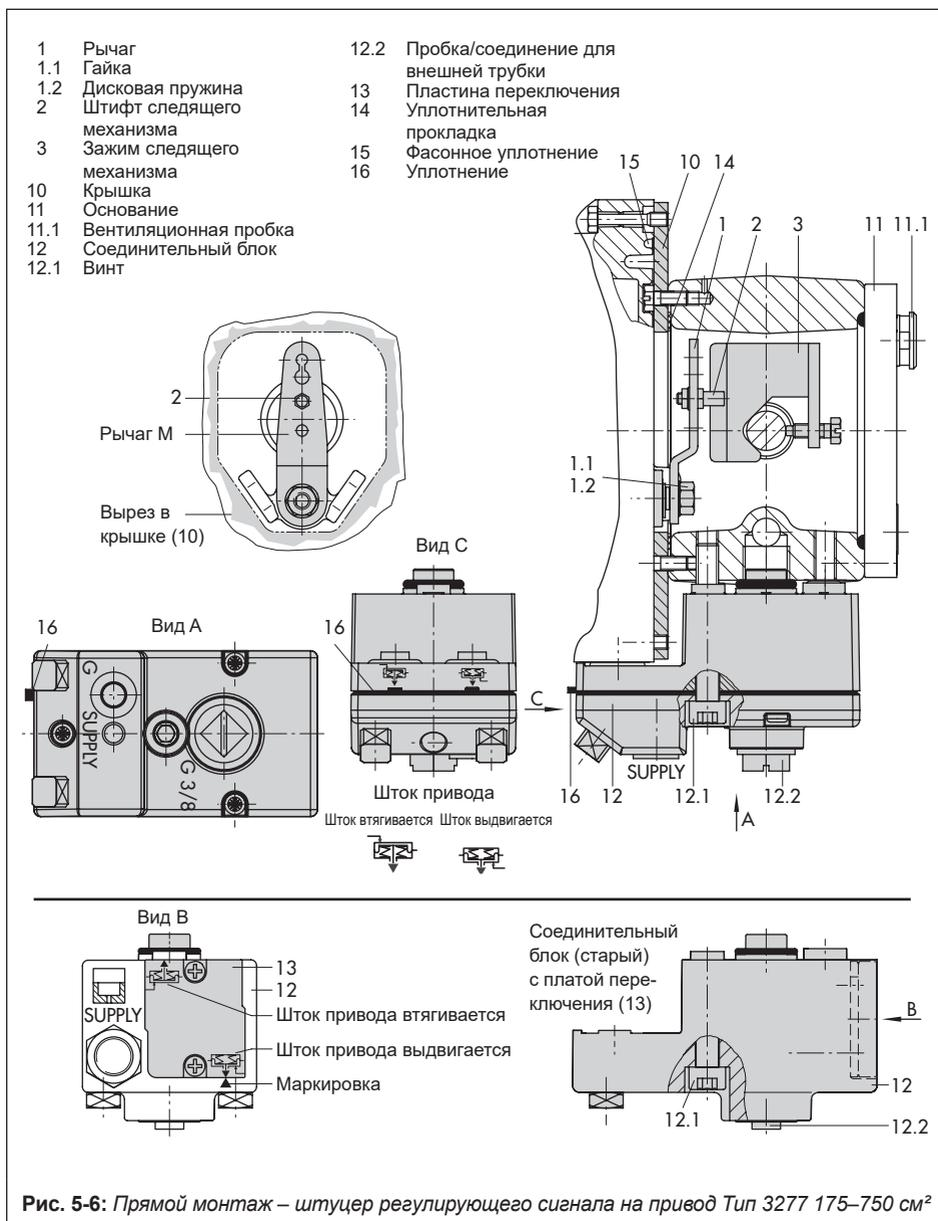

Рис. 5-6: Прямой монтаж – штуцер регулиющего сигнала на привод Тип 3277 175–750 см²
Приводы 175–750 см² (см. Рис. 5-6)
1. Установите зажим следящего механизма (3) на шток привода, выровняйте и зафиксируйте таким образом, чтобы крепёжный болт находился в пазах штока привода.
2. Зафиксируйте крышку (10) так, чтобы узкая сторона выреза (Рис. 5-6 слева) была направлена к штуцеру управляющего сигнала, а наклеенная уплотнительная прокладка (14) указывала в сторону рамы привода.
3. У приводов 355/700/750 см² на рычаге М (1) с обратной стороны позиционера извлеките следящий штифт (2) из положения 35, вставьте в отверстие для положения 50 и затяните его. При этом удерживайте рычаг по центру таким образом, чтобы он не упирался в концевые упоры. У приводов 175, 240 и 350 см² с ходом 15 мм передающий штифт (2) остаётся в положении 35.
4. Установите фасонное уплотнение (15) в паз корпуса позиционера.
5. Установите позиционер на крышку таким образом, чтобы следящий штифт (2) расположился на верхней стороне зажима следящего механизма (3). Отрегулируйте рычаг (1) соответствующим образом и удерживайте вал позиционера при открытой крышке за поворотную-нажимную кнопку или за чехол. Рычаг (1) должен укладываться на зажим следящего механизма усилием пружин. Закрепите позиционер двумя крепёжными болтами на крышке (10).
6. Проверьте, установлен ли выступ уплотнения (16) сбоку на соединительном блоке таким образом, что символ привода "шток привода выдвигается" или "шток привода втягивается" соответствует исполнению привода. В ином случае необходимо удалить три крепёжных болта, снять крышку и заново уложить уплотнение (16) в перевёрнутом на 180° положении.
Для старого соединительного блока (Рис. 5-6 снизу) плату переключения (13) поверните таким образом, чтобы соответствующий символ привода был направлен по стрелке.
7. Установите соединительный блок (12) с уплотнительными кольцами на позиционер и раму привода, после чего затяните крепёжный болт (12.1). У привода "Шток привода втягивается" дополнительно удалите пробку (12.2) и смонтируйте внешнюю трубку управляющего сигнала.
8. Установите крышку (11) на противоположной стороне.